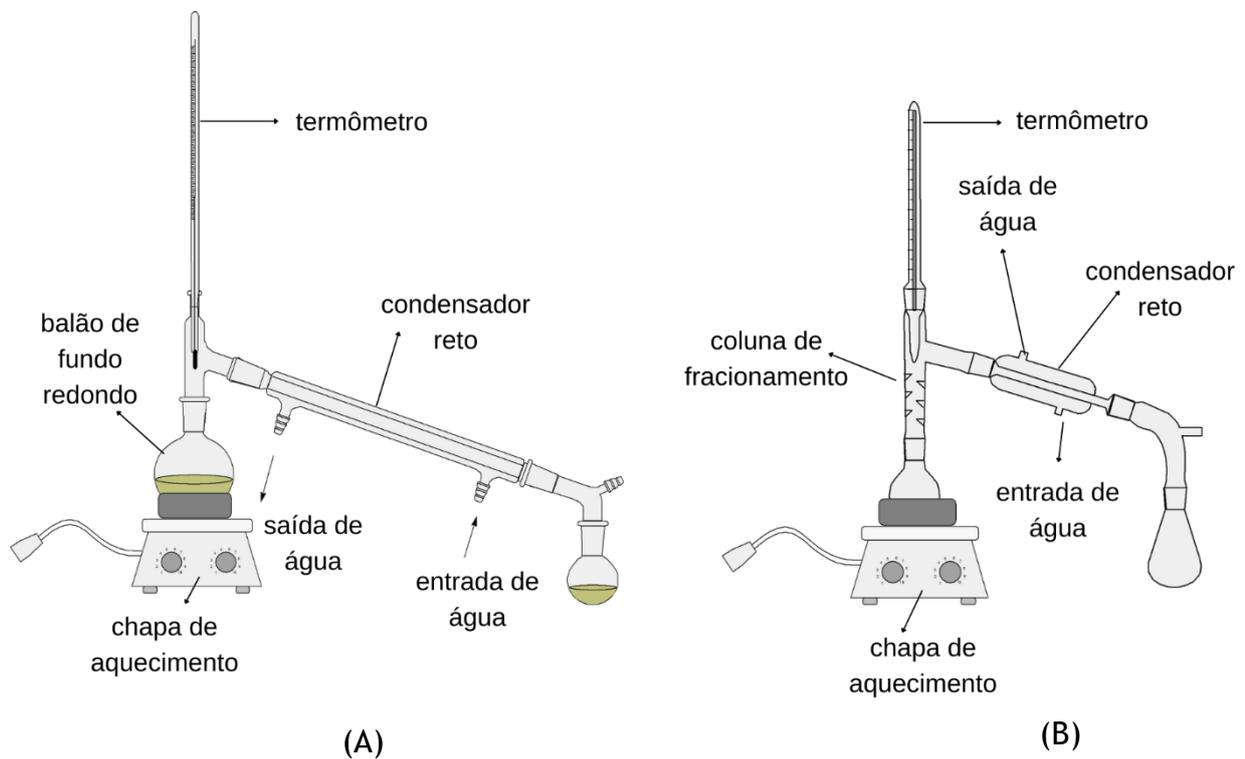

Figura 7: Destilação simples (A); destilação fracionada (B).
**Destilação:** utilizada para a separação de misturas, podendo ser simples ou fracionada (Figura 7). Em geral, a destilação simples é empregada para a separação de um líquido de impurezas não voláteis. A destilação fracionada é indicada para a separação de substâncias líquidas voláteis.